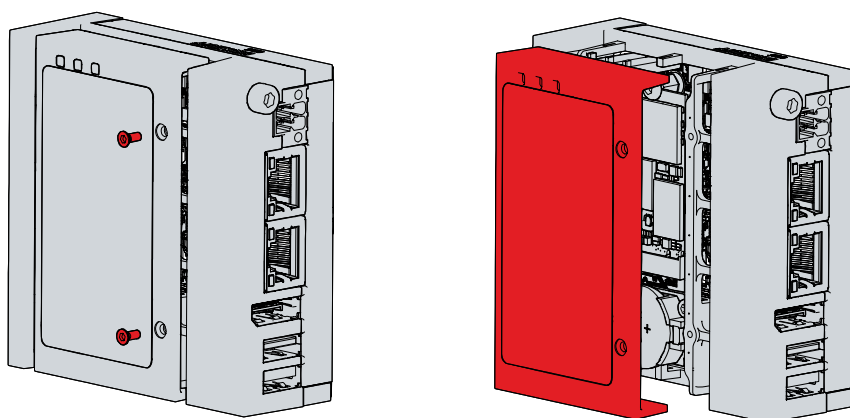

Abb. 24: Zugang Batterie und Speichermedien
Sie haben nun Zugriff auf Batterie (1) und Speichermedium (2) (siehe Abb. 24).